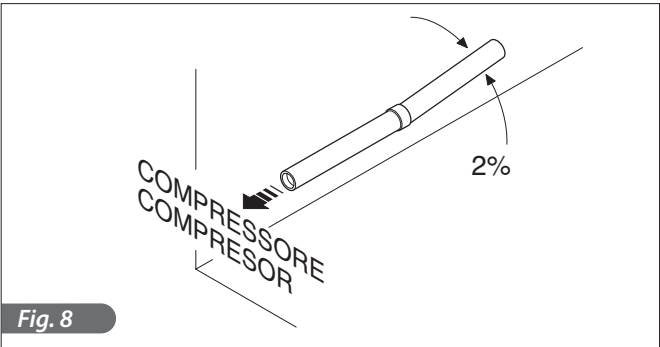

Fig. 8
- 1) Pendiente de los conductos (Fig. 8)